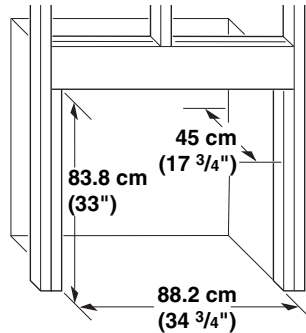
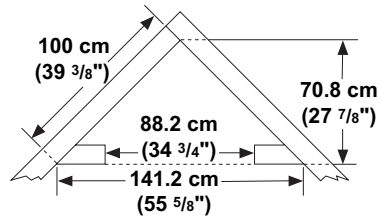

Figura 15 - Abertura áspera para instalación en la pared
Figura 16 - Abertura áspera para instalación en la esquina
1. Marco en una abertura áspera. Use las medidas mostradas en la figura 15 para la abertura áspera. Si va a instalar en una esquina, utilice las medidas mostradas en la figura 16, de la página 12, para la abertura áspera. La altura es de 83.8 cm (33"), que es la misma que la de la abertura de la pared en la figura 15 en la página 12.